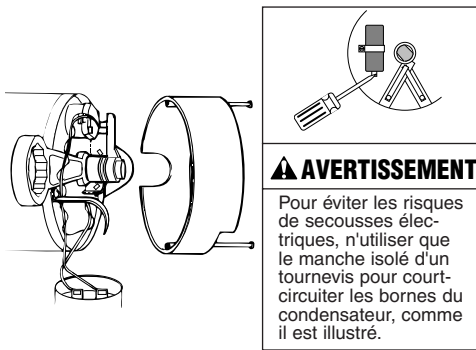

Figure 24 - Immobiliser l'arbre
- 10° Immobiliser l'arbre du moteur avec une clé à fourche de 7/16 de pouce posée sur les méplats de l'arbre (Figure 24), puis visser l'impulseur sur l'arbre. **Faire bien attention de ne pas toucher les bornes du condensateur avec son corps ou avec tout autre objet métallique.** Le serrage de l'impulseur positionnera automatiquement le joint dans la bonne position.